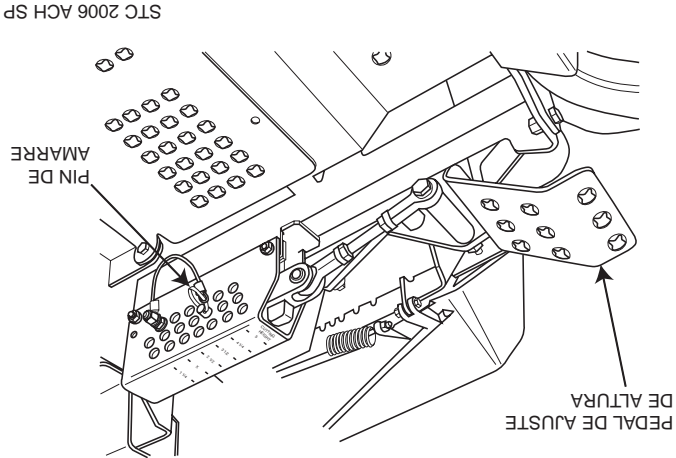
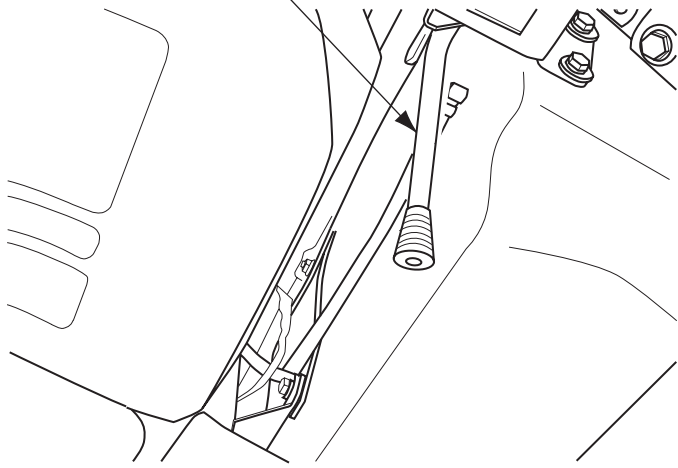

Figura 4-5 Ajuste de altura de corte
Figura 4-4 Palanca de liberación de la plataforma
2. Empuje el pedal de ajuste de la altura de corte completamente hacia adelante con su pie derecho hasta que se asegure en su lugar. (Figura 4-5, página 21)
3. Inserte el pin de amarre en el indicador de la altura de corte en la altura de ajuste deseada. Empuje hacia adelante la palanca de pie de la elevación de plataforma, manténgala en posición y tire de la palanca de liberación de plataforma, (Figura 4-4). Libere lentamente el pedal. Hay una calcomanía de la altura de plataforma ubicada en el indicador de altura como una ayuda para ajustar la plataforma a la altura deseada. (Figura 4-5)